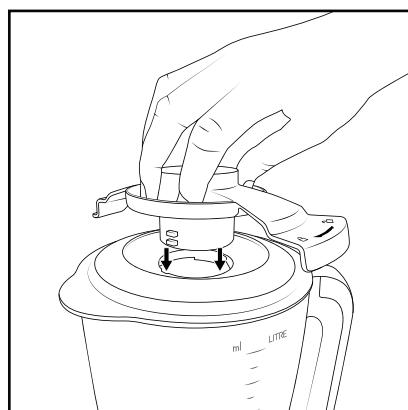

Abb. 2
- Setzen Sie die Deckelverriegelung 14 so auf, dass die Arretierungen der Deckelverriegelung 14 durch die Aussparungen am Mixer-Deckel 15 gleiten. Die breite Lasche mit den Schlosssymbolen (2 3 4) muss dabei auf die europäische Skala (ml/Liter) weisen (Abb. 2).